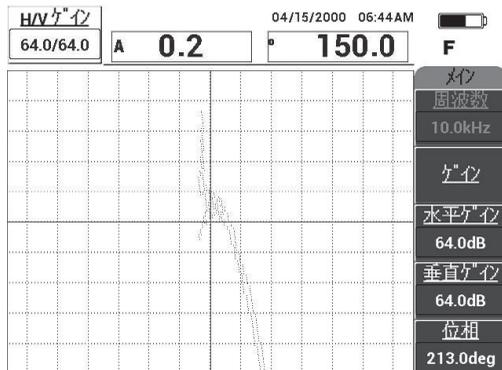

図 6-34 信号振幅の調整
- ゲインキー (**dB**) を押して、剥離信号がヌル位置 (十字線) から約 4 区分伸びるように信号振幅を調整します。(156 ページの図 6-34 参照)。